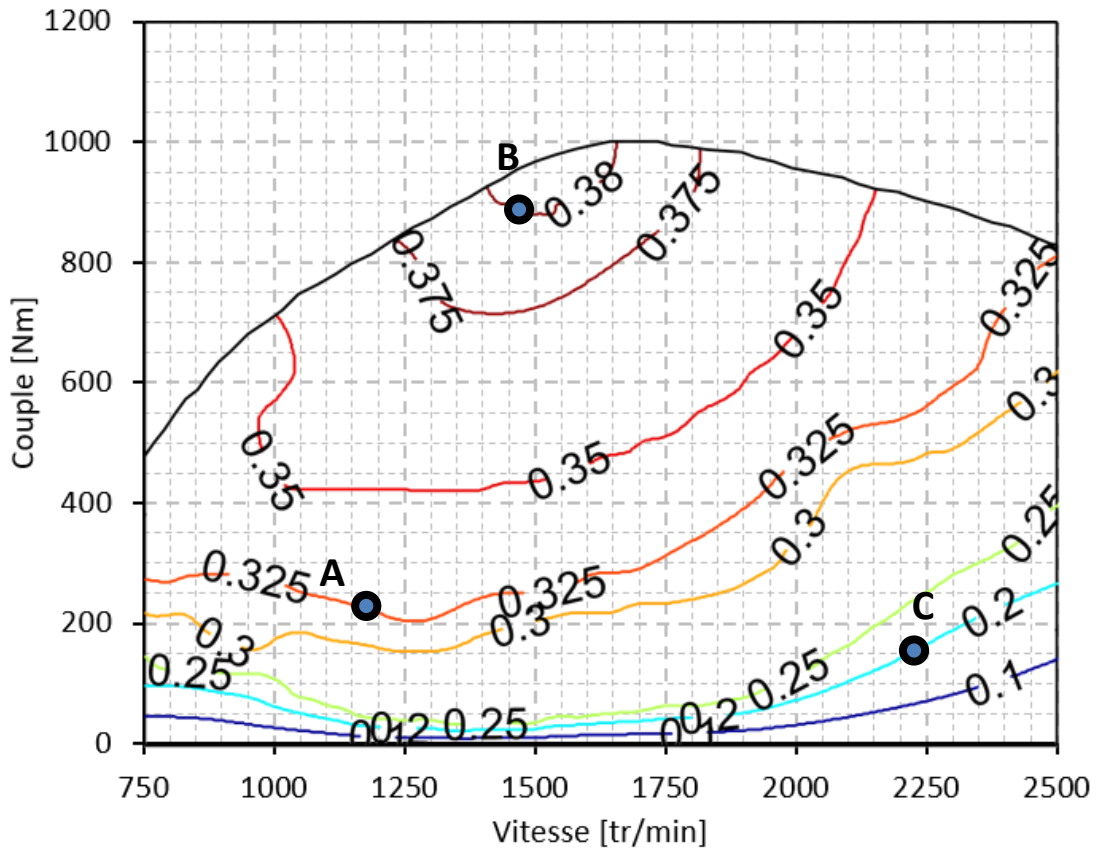

Figure 3 : carte d'isorendements du moteur diesel
- La Figure 3 donne la carte des isorendements du moteur thermique
1.6.1. Donnez la consommation spécifique en g/kWh obtenue aux points A, B et C présents sur la carte d'isorendements du moteur Tector donnée en Figure 3.